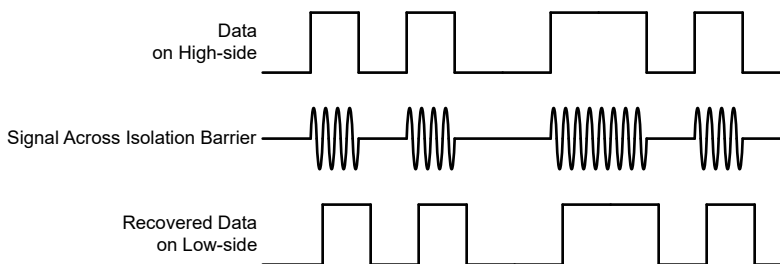

図 6-4. OOK ベースの変調方式
AMC23C12 は、SiO2 ベースの絶縁バリア越しにコンパレータの出力状態を送信するため、図 6-4 に示すオン / オフ キーイング (OOK) 変調方式を採用しています。「機能ブロック図」に示す送信ドライバ (TX) は、デジタル 1 を表すために内部で生成された高周波キャリアを絶縁バリア越しに送信します。デジタル 0 を表す信号は送りません。